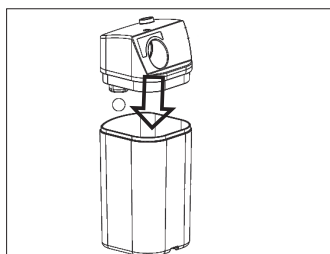

Fig 7.
- Presiónela suavemente hacia abajo con las 2 manos. (Fig. 7).